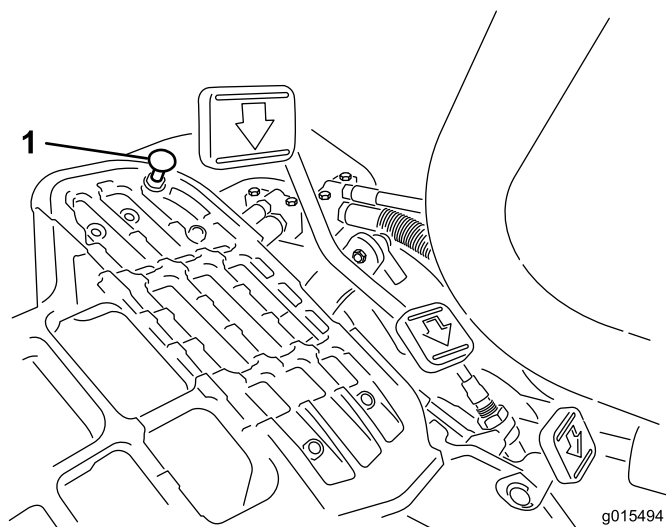

Рисунок 49
Для получения максимальной транспортной скорости переведите рычаг функционального управления в транспортное положение и нажмите на педаль тяги. Если педаль тяги касается упора (Рисунок 49) до того, как на тросике будет ощущаться натяжение, требуется регулировка:
1. Переведите рычаг функционального управления в транспортное положение и ослабьте зажимную гайку крепления упора педали на полу (Рисунок 49).